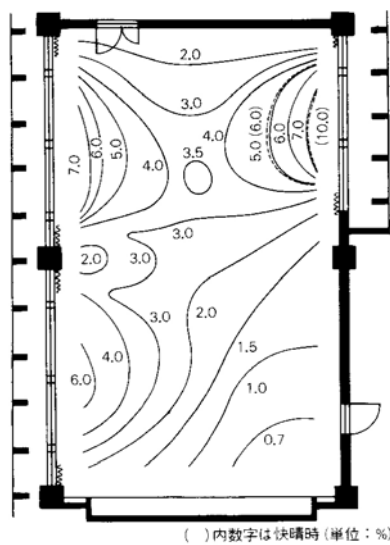

図 1 昼光率分布の例（出典：参考文献 [3], p. 74）
- ・レポート作成にあたっては、実験用教材 p. 75 の 6.3 および 6.4 を参照。昼光率基準には、教科書 p. 103 の表 1-2、もしくは実験用教材 p. 71 の表 3.1.3 などを用いる。下の図 1 のような昼光率の分布図も描く。